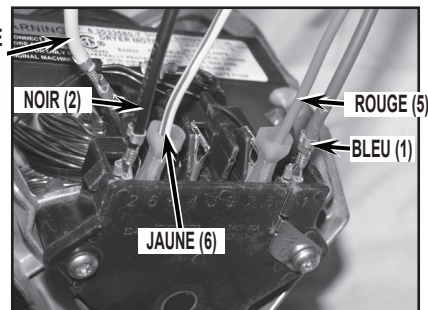

FIGURE 4
6. Consulter la *Figure 4* et le tableau ci-dessous pour installer correctement le moteur de recharge.